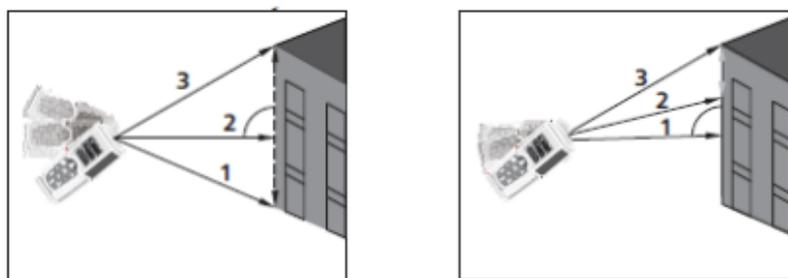

Fig. 8 : Exemples de mesures Indirectes à 3 points
3. Placer l'instrument dans le point le plus bas (1) de la mesure (voir Fig. 8) et appuyer sur la touche . Le résultat est affiché au premier écran partiel. Le symbole «  » s'affiche à l'écran avec côté « 2 » clignotant.
4. Placer l'instrument de la façon la plus horizontale possible (2) de la mesure (voir Fig. 8) et appuyer
- Placer l'instrument dans le point le plus haut (3) de la mesure (voir Fig. 8) et appuyer sur la touche  pour exécuter la mesure.